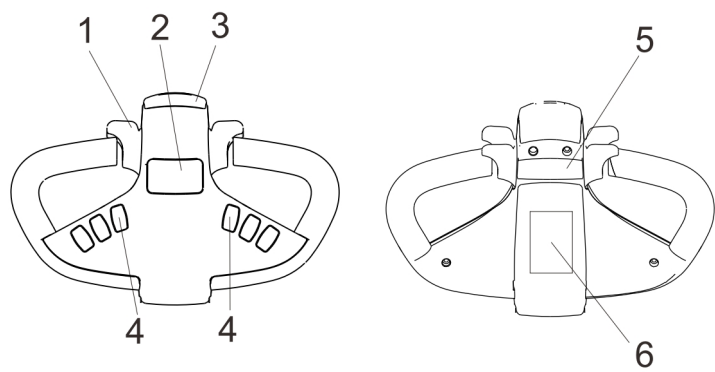

图 7-2 操作手柄
- 使用 IC 卡控制刷卡器（图 7-2 中 6 ）以启动车辆。
- 车辆运行前须按下喇叭开关（图 7-2 中 2 ）启动蜂鸣器，5-10s 后关闭。
通过升降开关（图 7-2 中 4），控制货叉的升降。